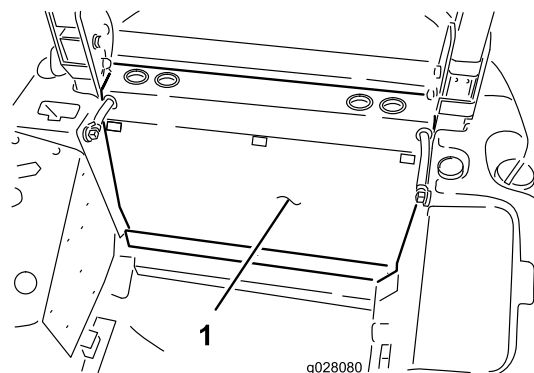

図 3
- 後パネルをフレームに固定しているラッチ3個を外して後パネルを外す 図 3。